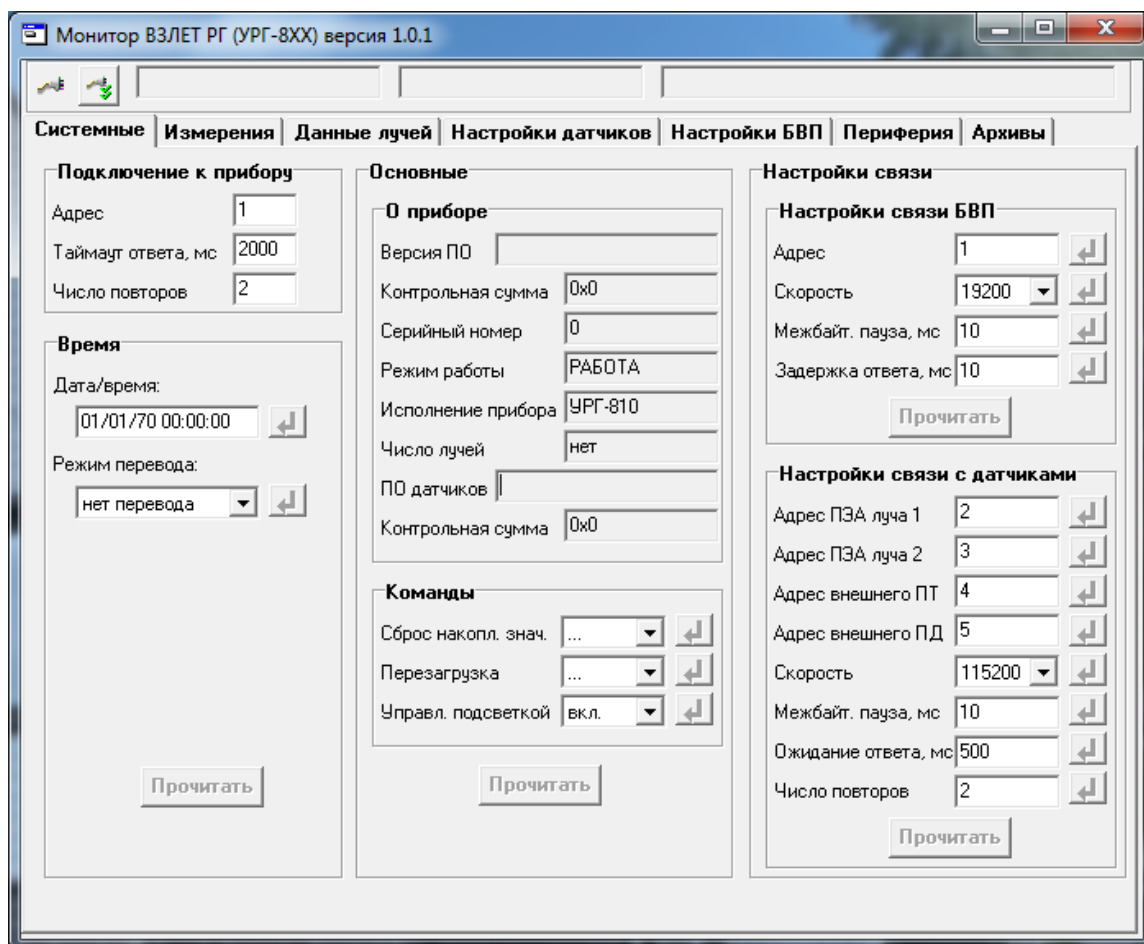

Рисунок 14 - Основное окно программы.
6.1.2 Запустить на ПК программу «Монитор Взлет РГ (УРГ-8XX)». На мониторе ПК появится основное окно программы (рисунок 14):